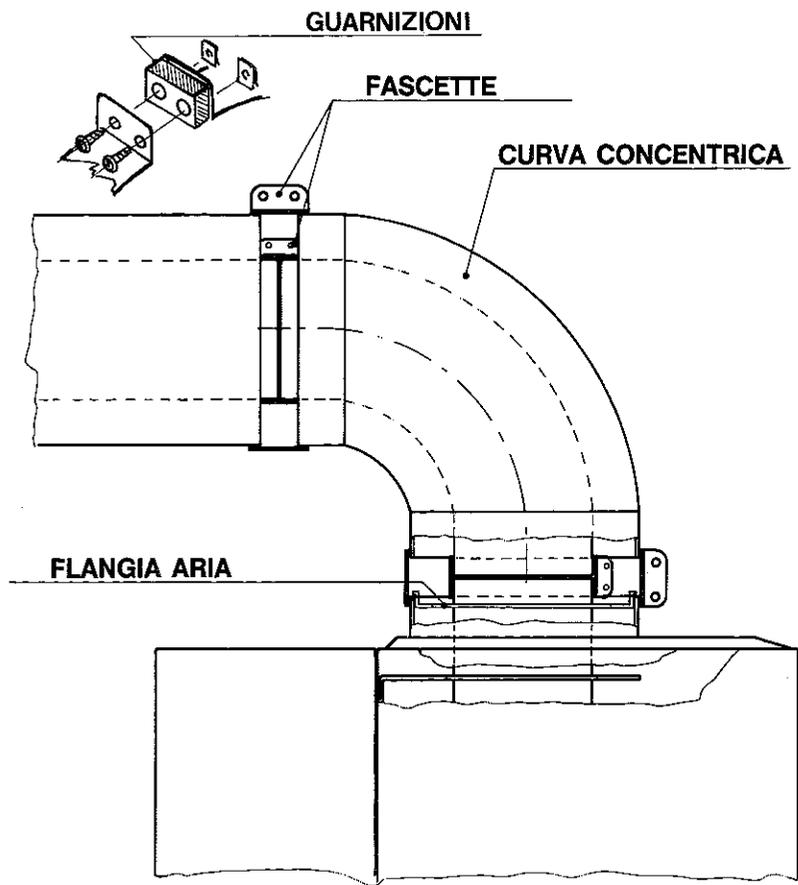

Fig 6
**ATTENZIONE:** Per l'installazione con tubi di lunghezza maggiore di 1 metro, eliminare la flangia in lamiera, alloggiata nel bocchello di aspirazione aria della caldaia (Fig. 6).